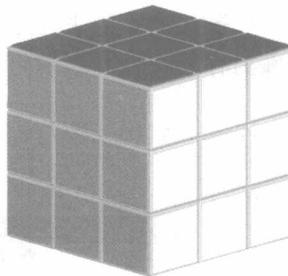

图 1-3-5
(6) 将 6 种不同颜色的色签贴于每个面，即可完成一个魔方的装配，如图 1-3-5 所示。